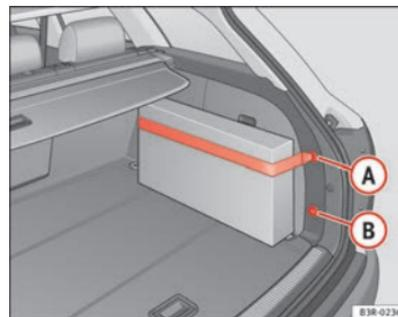

Abb.119 Befestigungsgurt an der rechten Gepäckraumverkleidung
- Haken Sie den Befestigungsgurt in die Aufnahme **A** oder **B** ⇒ Abb. 119 ein.